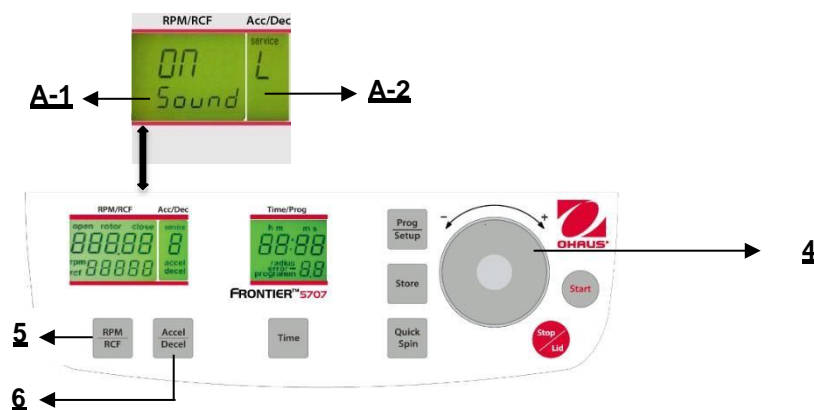

Figure. 29
Poursuivre conformément à la description du paragraphe 4.1.2 pour entrer dans ce mode de programme et appuyer ensuite sur la touche "Accel/Decel" (6). Sur l'affichage "Acc/Dec" (A-2), le mot "Service" clignote. Sélectionner maintenant la lettre "L" avec le cadran de réglage (4). Ceci entraîne l'apparition des mots "On Sound" sur l'affichage "RPM/RCF" (4). En appuyant maintenant sur la touche "RPM/RCF" (5), le mot "On" clignote et il devient possible de couper le son avec le cadran de réglage (4) (voir la figure 29).